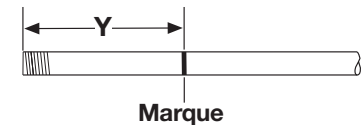

Figure 21
2. Mesurer la distance Y à partir de l'extrémité du conduit et placer la marque de cintrage à cet endroit. (Fig. 21)